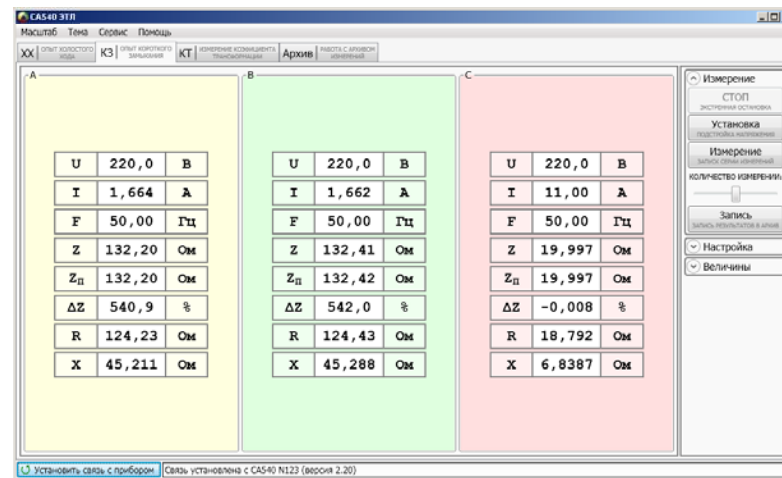

Рисунок 7.24
19) Если в п. 5 данного раздела выбран "Внешний" (нерегулируемый) источник, после завершения измерения на экране в таблицах "А", "В", "С" при проверке трехфазного трансформатора (рисунок 7.24) или в таблице "А" при проверке однофазного трансформатора появятся результаты измерений.